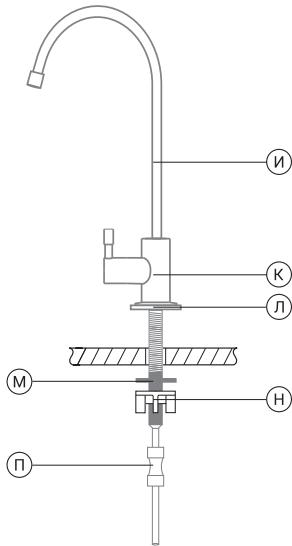

Рис. 17
2. Произведите монтаж крана (рис. 17) в следующей последовательности:
4. Фитинг 1/4" вместе с установленной в него трубкой подключите к штоку кран чистой воды (См. раздел «Присоединение гибких трубок» и (рис. 17)).